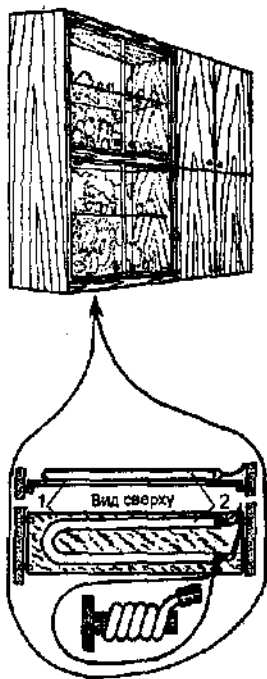

Рис. 212. Шкафчик-светильник: 1 — полка из стекла толщиной 5—6 мм; 2 — люминесцентная лампа
**Шкафчик-светильник.** Дверцы и полки кухонного навесного шкафчика, например, над рабочим столом, можно сделать из стекла толщиной не менее 5 мм. Если же на задней стенке закрепить зеркало, а в нижней части на закрепленной небольшой стеклянной полочке разместить люминесцентную лампу-трубку, то получится довольно удобное освещение, направленное как в нижнюю (рабочую), так и верхнюю зону. Только на полки желательно ставить прозрачную посуду. Особенно удачного декоративного эффекта можно добиться, если на полках в зоне лампы поставить посуду из цветного стекла (рис. 212).